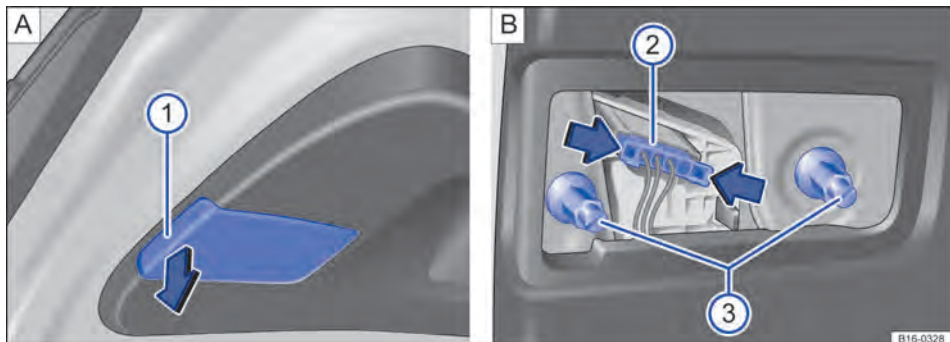

Fig. 236 Na tampa do compartimento de bagagem: **A** desmontar tampa da lanterna traseira, **B** desmontar lanterna traseira.
3.	Com a haste da chave de fenda das ferramentas de bordo ⇒ Página 389, levantar cuidadosamente a cobertura no entalhe ⇒ Fig. 236 A ①.
4.	Apertar os encaixes no conector ⇒ Fig. 236 B ② no sentido da seta e puxar o conector.
5.	Soltar os parafusos ⇒ Fig. 236 B ③ e retirar cuidadosamente a lanterna traseira do compartimento de bagagem.
9.	Segurar a lanterna traseira na posição de montagem com uma das mãos e rosquear os parafusos de fixação com a outra mão ⇒ Fig. 236 B ③.
10.	Encaixar o conector ⇒ Fig. 236 B ② no suporte da lâmpada.